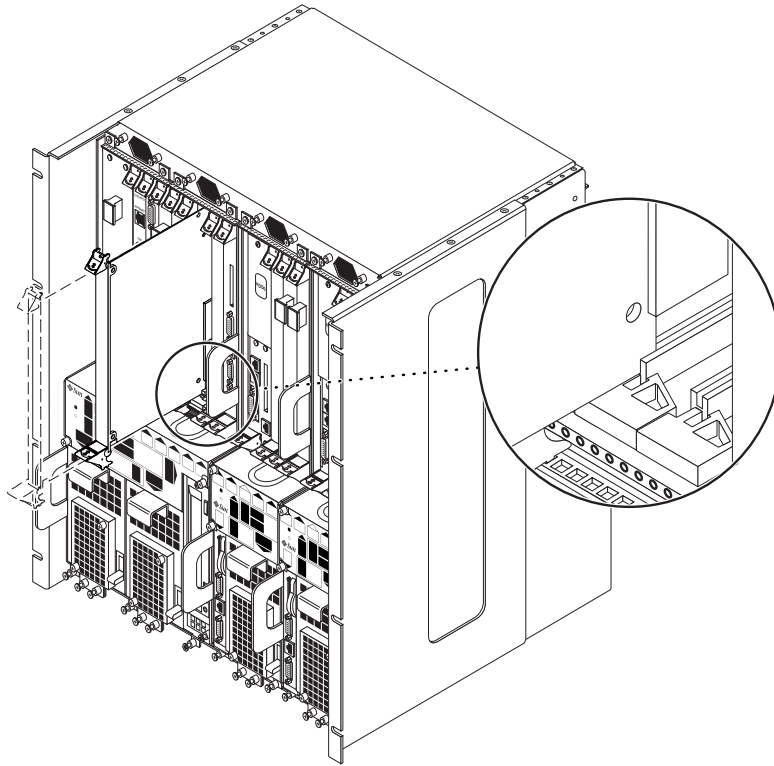

图 4-6 将卡与插件箱切块对齐
**9. 到系统前部，保持该卡垂直，将前 I/O 卡滑动插入两个导轨间的插槽中（图 4-6）。**